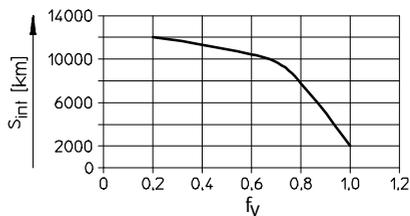

Fig. 17
2. Определите интервал смазки S_{int} (→ Fig. 17).